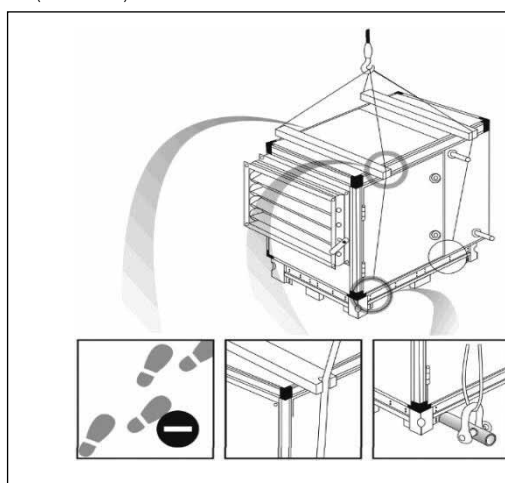

Abb. 3
Wird das Gerät mit einem Kran transportiert, müssen die Transportrahmenlöcher in der Grundplatte verwendet werden (s. Abb. 3).
4. Mit den Distanzhaltern werden Schäden am Gerät verhindert, welcher durch Ketten oder Seile entstehen könnten (s. Abb. 3).